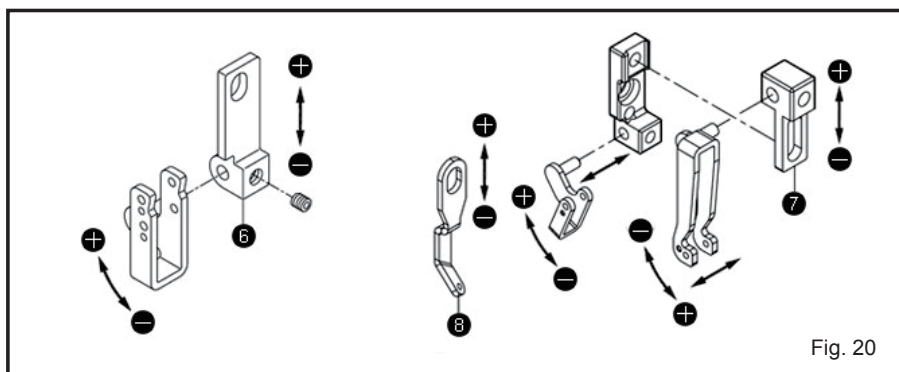

Fig. 20
2. Controle do fio da agulha (Fig. 20)